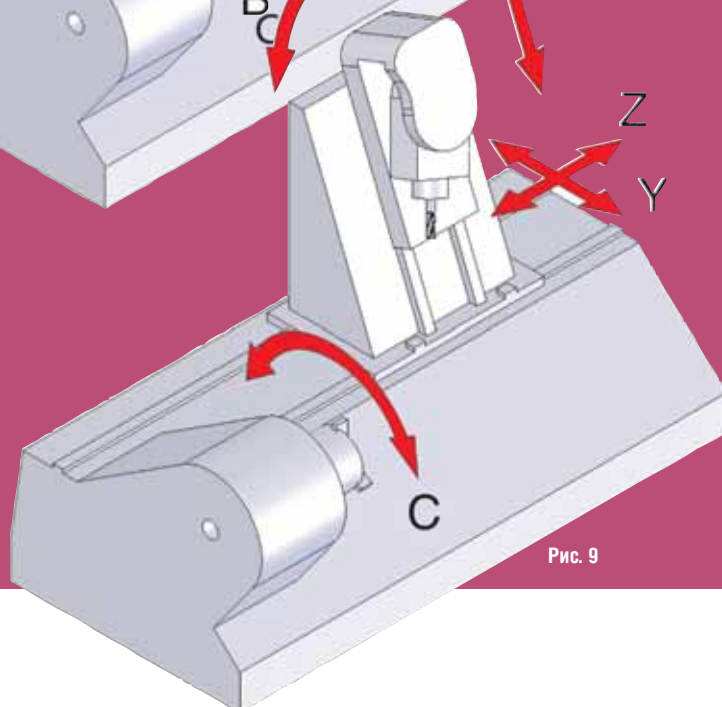

Рис. 9
- 5-осевой токарно-фрезерный станок (тип XYZCB) (рис. 9).